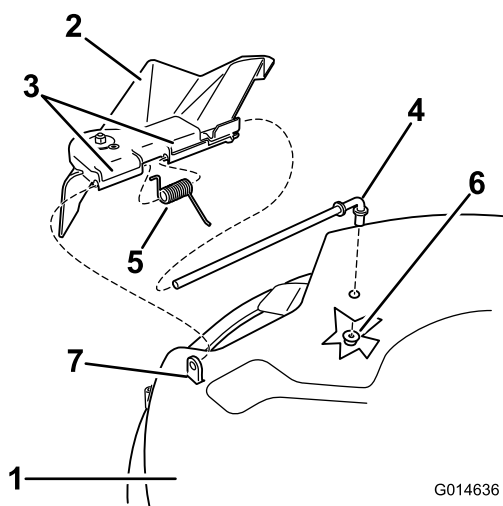

Figure 57
1. Repérez les éléments illustrés à la Figure 57.
3. Sortez la tige de la courte cheville de positionnement, du ressort et du déflecteur d'herbe (Figure 57). Enlevez le déflecteur s'il est endommagé ou usé.
4. Remettez en place le déflecteur d'herbe (Figure 57).
6. Placez le ressort sur la tige, les fils d'extrémité dirigés vers le bas, entre les supports du déflecteur d'herbe. Insérez la tige dans le deuxième support du déflecteur d'herbe (Figure 57).
7. Insérez la tige à l'avant du déflecteur dans la courte cheville de positionnement sur le tablier. Fixez l'extrémité arrière de la tige dans le tablier de coupe à l'aide d'un écrou (3/8 po) (Figure 57).
2. Retirez l'écrou (3/8 po) de la tige, sous le tablier de coupe (Figure 57).